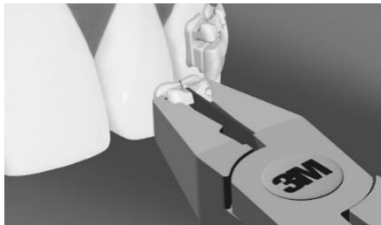

図 10
- 5) ブラケットを把持したまま注意深くエナメルから持ち上げ、口腔内からとり出す（図 10）。